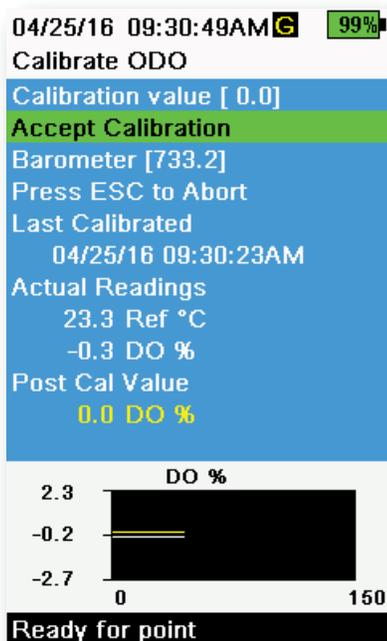

Abbildung 53 ODO-Nullpunkt kalibrieren
3. Überwachen Sie die tatsächlichen Messwerte auf Stabilität (weiße Linie im Diagramm weist innerhalb von 40 Sekunden keine wesentliche Änderung an.) Erst dann bestätigen Sie mit **Kalibrierung akzeptieren** (Abbildung 53). Im Nachrichtenbereich wird „Kalibrierung erfolgreich!“ angezeigt.